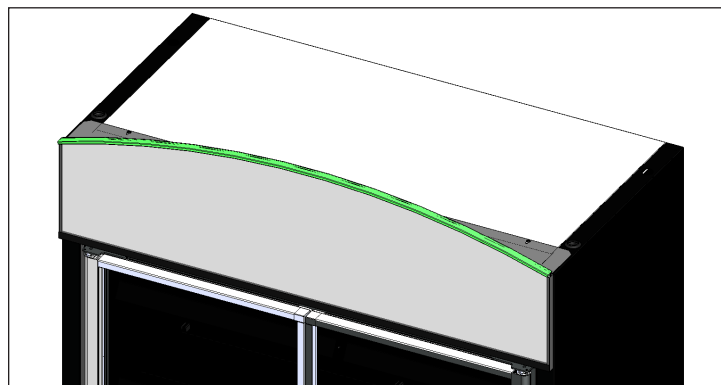

Fig. 5. Installation de l'ensemble du panneau de signes.
6. Serrez le matériel de la fixation de support. Voir fig. 5.